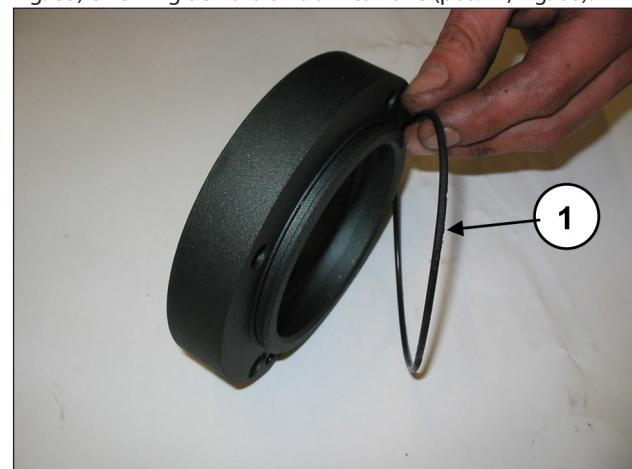

Fig. 65
Appicare ai coperchi cuscinetto PTO l'O-ring esterno (pos. ①, Fig. 65) e l'O-ring del foro di lubrificazione (pos. ①, Fig. 66).